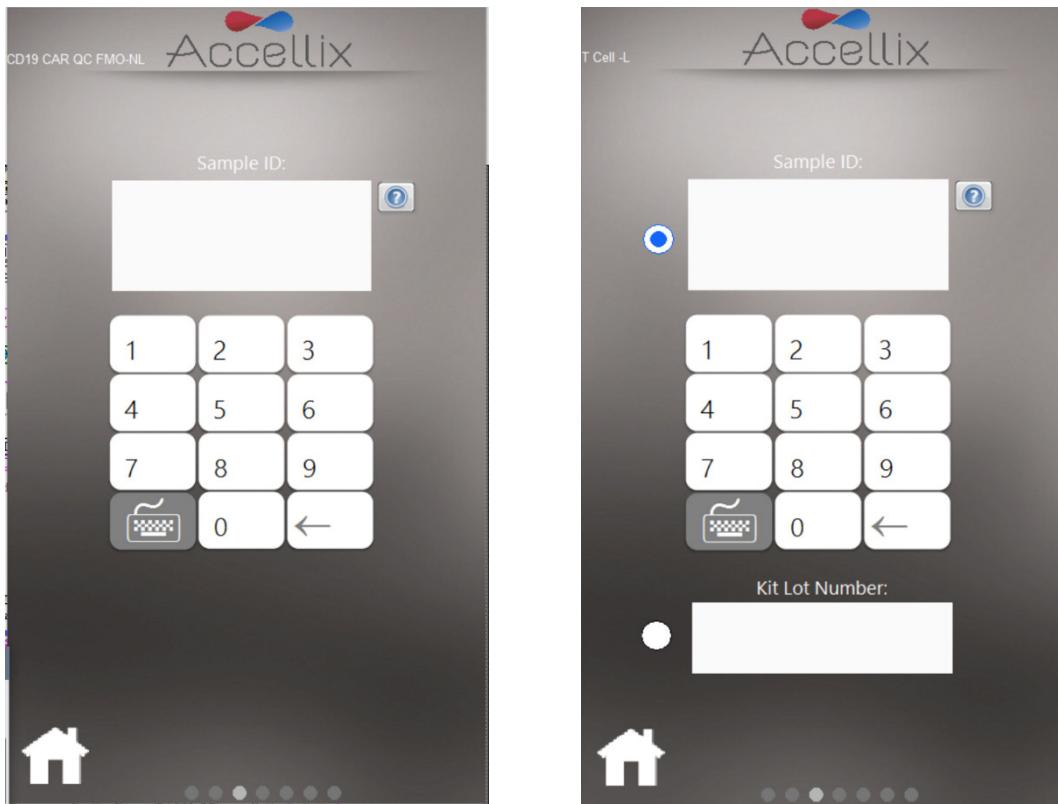

图38: 输入样本ID屏幕 (含和不含试剂盒批号)
6. 在 **Enter Sample ID** (输入样本 ID) 屏幕 (图 38) 上, 使用屏幕键盘、外部键盘或条形码扫描仪输入 Sample ID (样本 ID)。之后样本 ID 将在测定运行的所有后续屏幕上显示。
注：在软件的可选配置中，用户还需要输入 Kit Lot Number (试剂盒批号)。(参见图 38 右侧图片)。